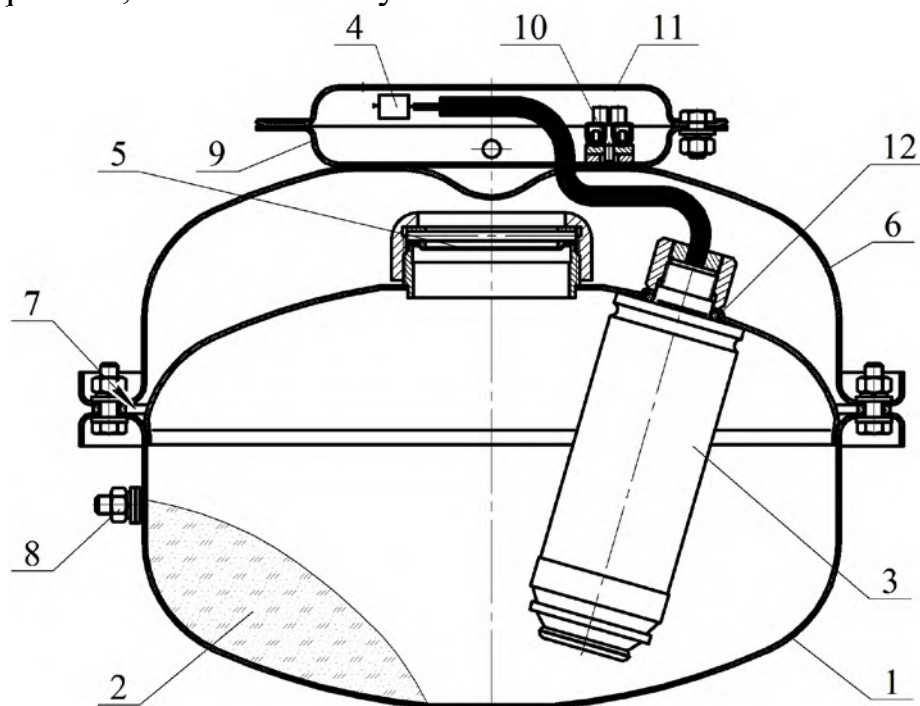
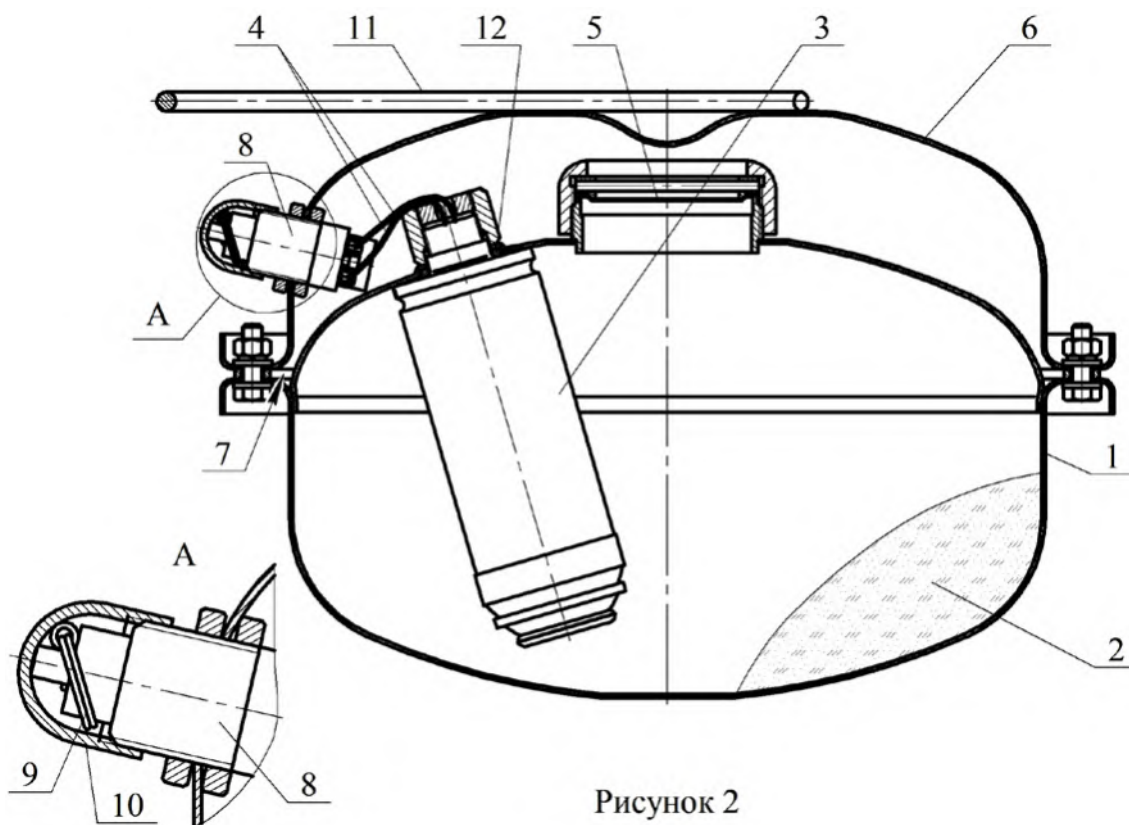
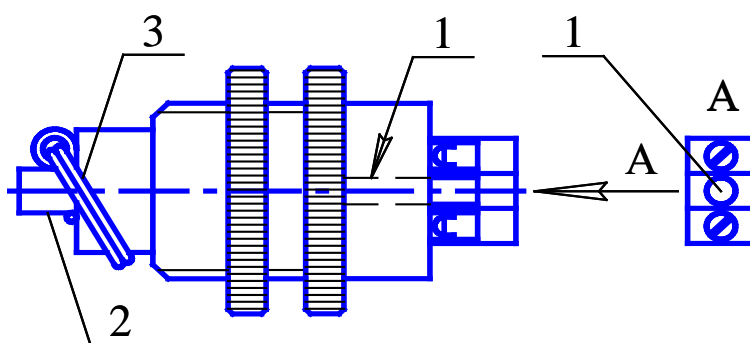

Рисунок 1
Рисунок 2
Рисунок 5
4.1.1 МПП (см. рисунок 1) состоит из корпуса **1**, в котором размещаются огнетушащий порошок (далее по тексту - ОП) **2** и источник холодного газа (далее по тексту - ИХГ) **3** с элементом электропусковым **4**. Сопловое отверстие для выхода ОП из корпуса перекрыто мембраной **5**. Со стороны соплового отверстия корпус **1** соединен с отражателем **6**. Насадок - распылитель **7** для выхода ОП представляет щелевой зазор между корпусом **1** и отражателем **6**. Модуль имеет заземляющий зажим **8**. На отражателе установлен фланец **9**, в котором для соединения выводов элемента электропускового с вводной цепью пускового устройства расположен зажим контактный-винтовой **10**. МПП снабжён кронштейном **11** для крепления к потолочному перекрытию, стене или полу.
4.2.1 МПП (см. рисунок 2) состоит из корпуса **1**, в котором размещаются ОП **2** и ИХГ **3** с элементом электропусковым **4**.
- хранение МПП без заглушки **10** (см. рисунок 2);
6.1.2 Закрепить кронштейн 11 (см. рисунок 1) на потолке, стене, полу или иной несущей поверхности. Координаты отверстий в кронштейне, предназначенном для крепления МПП, показаны на рисунке 3.
6.2.2 Взять МПП за ручку **11** (см. рисунок 2), свободной рукой с устройства пускового ручного **8** снять заглушку **9** и извлечь чеку **10**.
- ИХГ-5(М)-01 СИАВ 066614.025.000 ТУ для МПП(Н)-5-И-ГЭ-У2, ИХГ-5(М)-02 СИАВ 066614.025.000 ТУ для МПП(Н-Т)-5-И-ГЭ-У2, ИХГ-5(М)-06 СИАВ 066614.025.000 ТУ для МПП(Н-Т1)-5-И-ГЭ-У2 (поз. 3 рисунок 1) или ИХГ-5(М)-05 СИАВ 066614.025.000 ТУ (поз. 3 рисунок 2) для МПП(Н-Р)-5-И-ГЭ-У2 – 1 шт.;
7.4 Для восстановления устройства пускового ручного после срабатывания МПП необходимо через отверстие **1** (см. рисунок 5) в основании устройства поднять шток **2** и закрепить чекой **3**. Для подъема штока **2** необходимо использовать незаостренный стержень диаметром 1,5...2 мм. После восстановления верхнюю часть узла активации закрыть заглушкой **10** (см. рисунок 2).